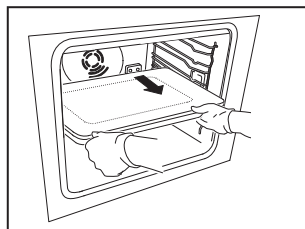

Fig. 3
1. A l'aide de vos deux mains, saisissez la plaque à induction et retirez-la. Une légère force sera nécessaire pour dégager la plaque de la prise (Fig. 3).